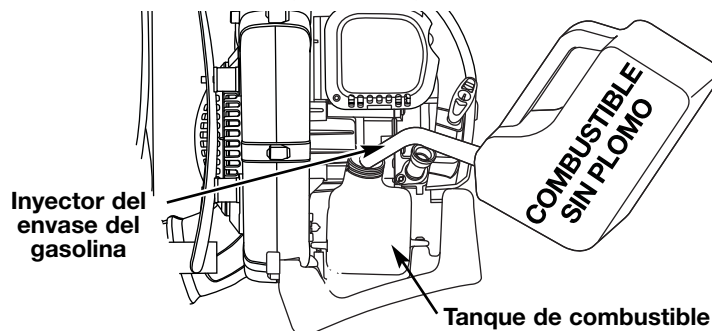

Fig. 14
- Coloque el pico del recipiente de gasolina en el orificio de llenado del tanque de gasolina (Fig. 14) y llene el tanque.